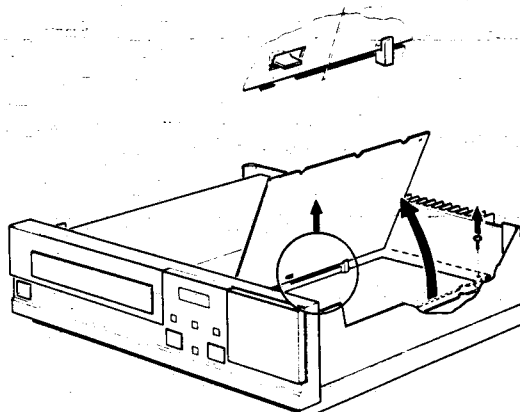

Fig. 4
- Dadurch dass der Servoprint in die Servicestellung gebracht wird (siehe Bild 4), kann sowohl am Servoprint als auch am Decodierprint (Bestückungsseite) gemessen werden.